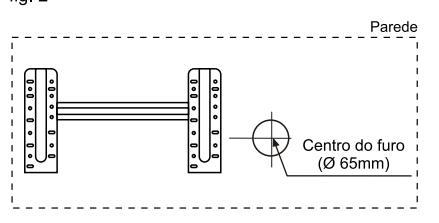
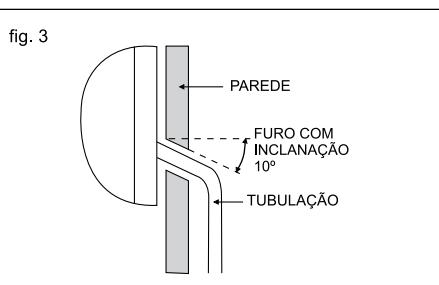

fig. 2
fig. 3
3. Escolha o local do furo das tubulações e da drenagem e faça o furo com diâmetro interno de 65 mm (fig. 2) certificando-se de que o furo fique inclinado para trás aproximadamente 10° (exceto montagem da tubulação pelo interior) para facilitar a drenagem da água condensada (fig. 3).